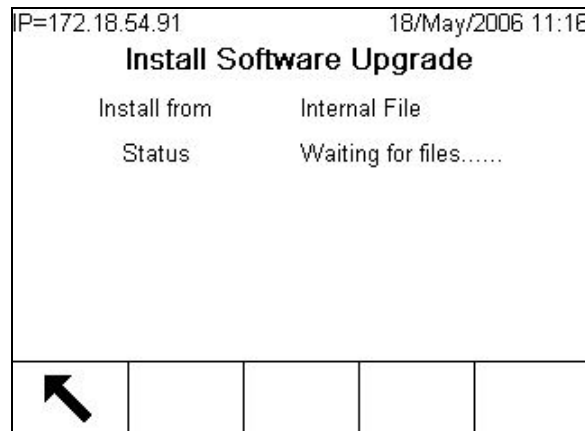

Figura 3-2: Aggiornamento firmware – Attesa dei file
6. Premere il soffkey AVVIO  per eseguire l'aggiornamento. Se la cartella Aggiorna non contiene file, verrà visualizzata la schermata mostrata nella Figura 3-2. L'esecuzione dell'operazione di copia da InSite continuerà il processo. Premendo il soffkey ESCI  il processo verrà interrotto e si tornerà alla struttura di configurazione.